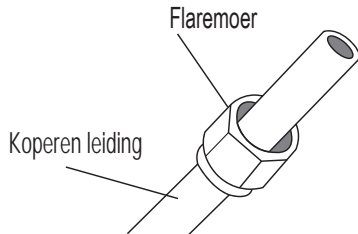

Fig. 11.3
3. Plaats flaremoeren aan de beide uiteinden van de leiding. Zorg ervoor dat ze in de juiste richting gericht zijn, aangezien u de richting niet kunt wijzigen na het uitvoeren van de flaring. Zie Fig. 11.3